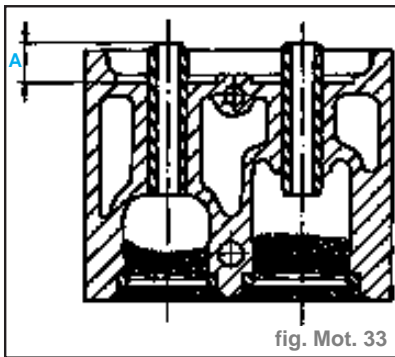

fig. Mot. 33
- Exigences de hauteur des guides de soupape (fig. Mot. 33) :